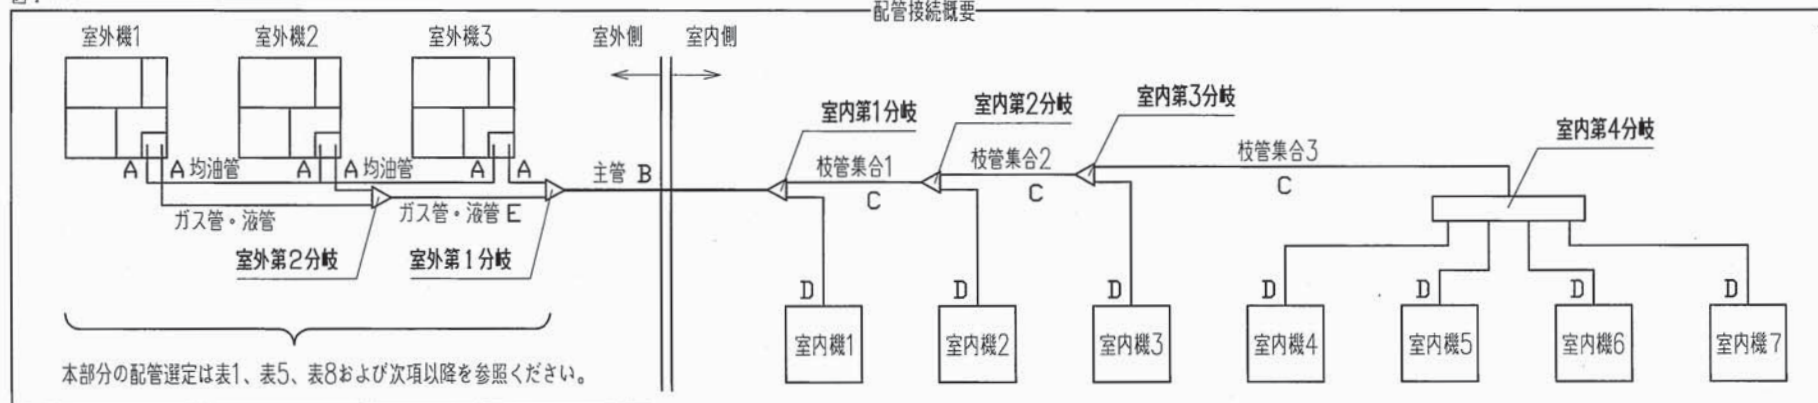

図1
(1) 室外機～室外側の分岐間：図1のA部
(2) 主管（室外側の分岐～室内側の第一分岐間）：図1のB部
(3) 室内側の第一分岐～室内側の分岐間：図1のC部
但し、主管（図1のB部）サイズを超えないでください。
(4) 室内側分岐～室内機間：図1のD部
4) 3台組合せ用室外分岐管配管選定：図1のE部